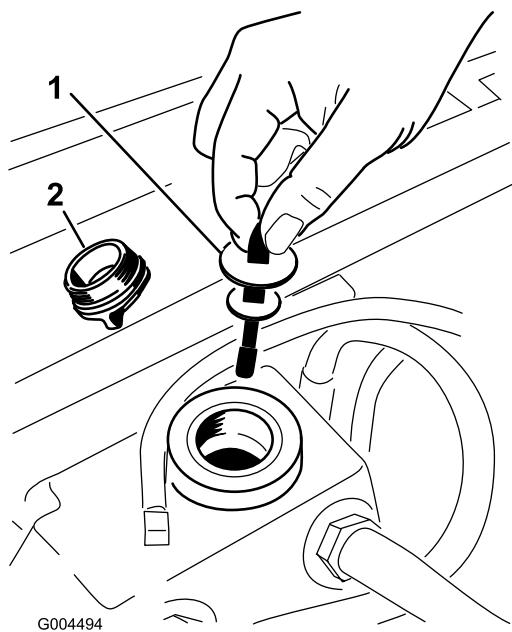

図 56
5. 油圧オイル給油口からキャップを取る図 56。
6. ディップスティックを抜きウェスで一度きれいに拭く(図 56)。
7. もう一度首に差し込んで引き抜き、オイルの量を点検する図 56。